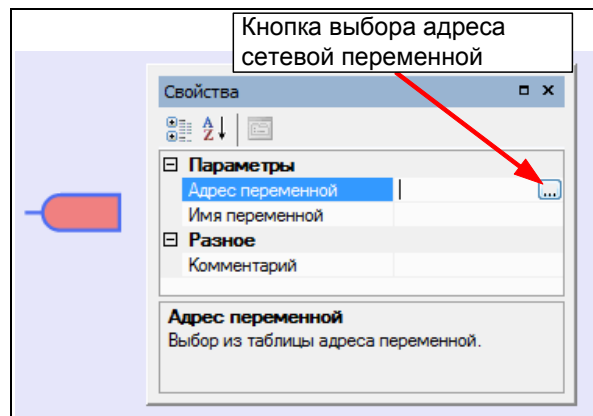

Рисунок 3.11 – Выбор адреса сетевой переменной
**Шаг 2** – курсором выделяется элемент сетевой переменной и на соответствующей ему закладке «Свойства» в поле ввода «Адрес переменной» нажимается кнопка , рисунок 3.11.